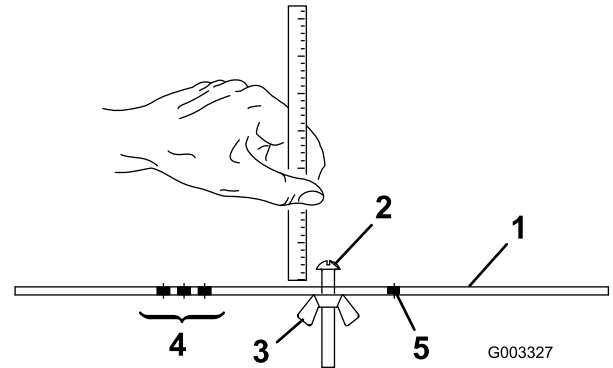

**Figura 18**
1. Desaperte as porcas de bloqueio que fixam os braços da altura de corte às placas laterais da unidade de corte (Figura 18).